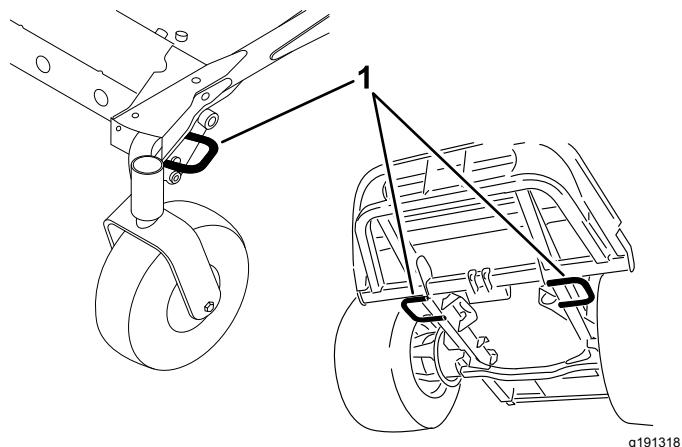

Figure 54
5. Servez-vous des points d'attache de la machine pour l'arrimer solidement sur la remorque ou le véhicule de transport au moyen de sangles, chaînes, câbles ou cordes (Figure 54).